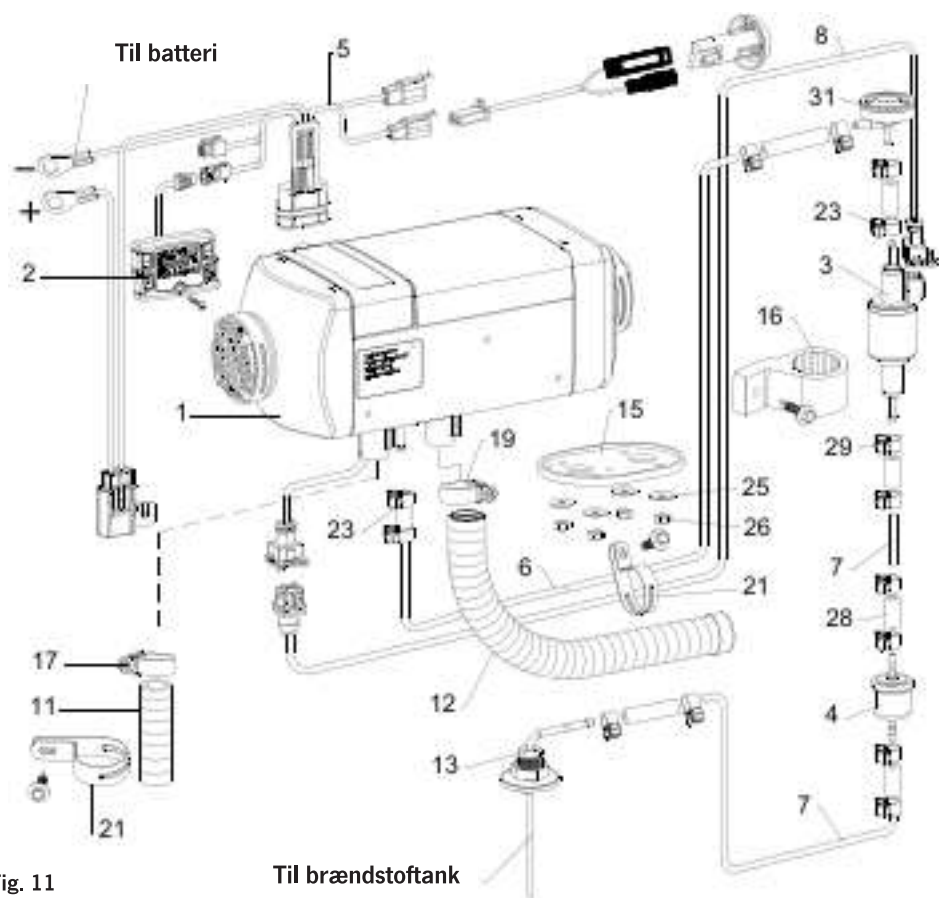

Fig. 11
26. VanHeat 2.0-DH | Produktinformation | Reservedelsliste (se fig. 11)